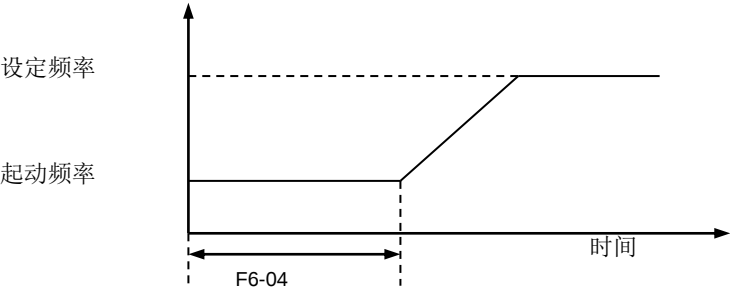

图 6-19 起动频率持续时间
- 起动频率持续时间，开始启动时以起动频率运转的持续时间。如果设定频率比起动频率低，驱动器将不运行，处于待机状态。起动频率持续时间到达后，按设定的加速时间上升到设定频率运行。如图 6-19 所示。